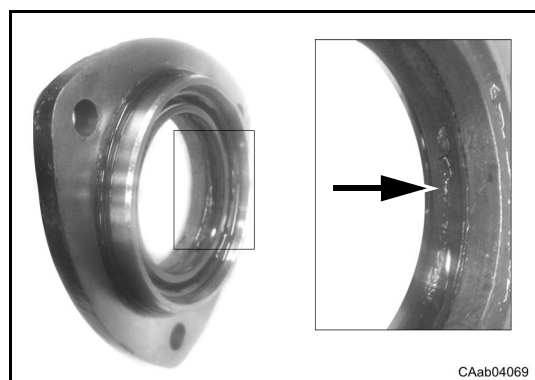

Fig. 13
- Sostituire quei particolari che presentano tracce di usura o di danneggiamento (Fig. 13).
- *Replace those which are worn out or damaged (Fig. 13).*